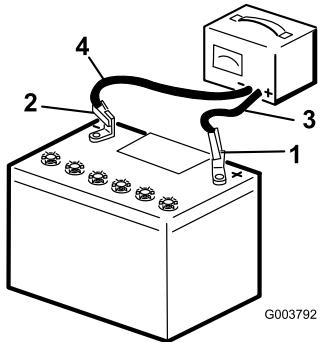

Figura 35
3. Cargue la batería durante 10 a 15 minutos a 25–30 amperios, o durante 30 minutos a 4–6 amperios (Figura 35). No sobrecargue la batería.
4. Cuando la batería esté completamente cargada, desconecte el cargador de la toma de electricidad, luego desconecte los cables del cargador de los bornes de la batería (Figura 35).